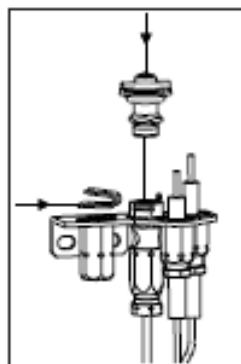

fig. 3
7. Remplacez le capuchon de la veilleuse en alignant la languette à la base du capuchon avec la fente sur le côté de la gaine de la veilleuse, et poussez vers le bas pour qu'il s'appuie sur le support de la veilleuse (fig. 3). Le capuchon doit s'appuyer de façon égale sur le support pour bien fonctionner. Ensuite remplacez le ressort en le poussant sur sa base (fig.3). Vérifiez que le capuchon soit bien placé sur le support de veilleuse et que le ressort soit bien inséré sur sa base.